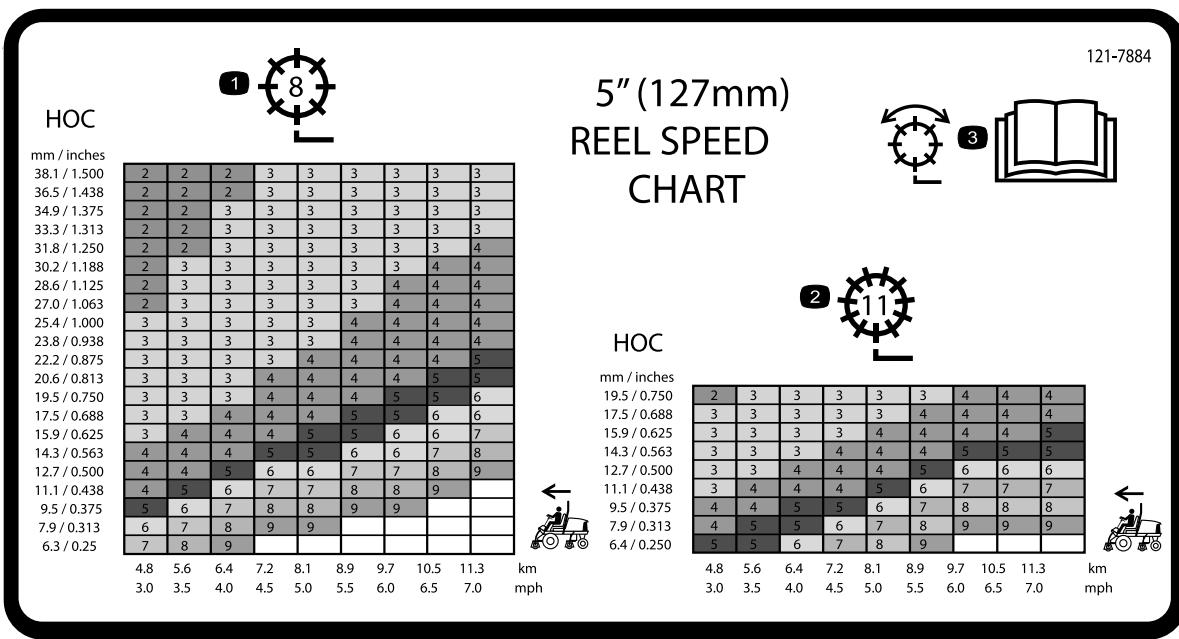

Figura 33
3. Consulte el gráfico de la pegatina con la tabla de velocidades de los molinetes (Figura 33) para determinar el ajuste correcto de los molinetes.